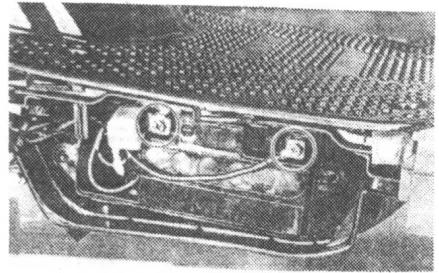

图 1-6
(5) 在蓄电池的电流接头处取下蓄电池的负⊖及正⊕导电极, 再拿出蓄电池, 见图 1-6。